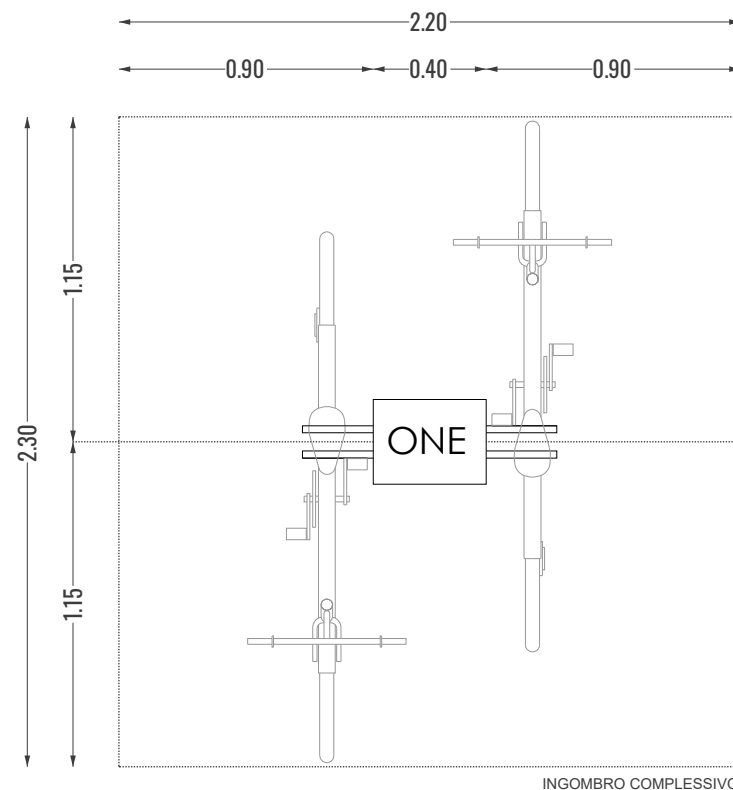

Fig. 10
- degli ingombri massimi del prodotto (vedi Fig. 10);